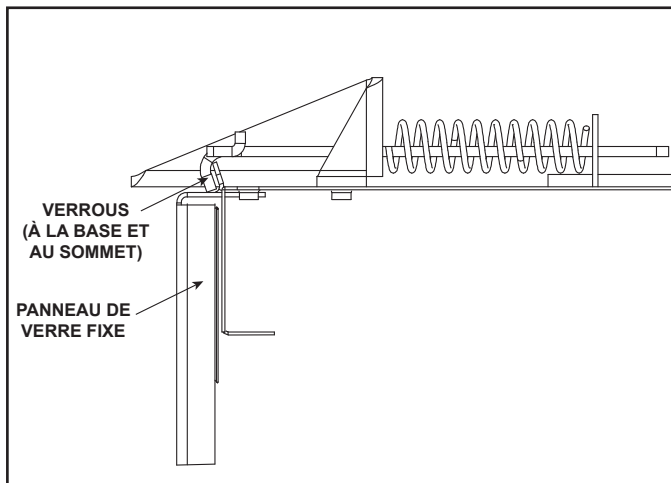

Figure 4.1 Panneau de verre fixe
- Sortez les quatre verrous du panneau de verre fixe hors de son cadre. Retirez le panneau de verre de l'appareil. Voir la figure 4.1.
- Sortez les quatre verrous du panneau de verre fixe hors de son cadre. Retirez le panneau de verre de l'appareil Voir la figure 4.1.